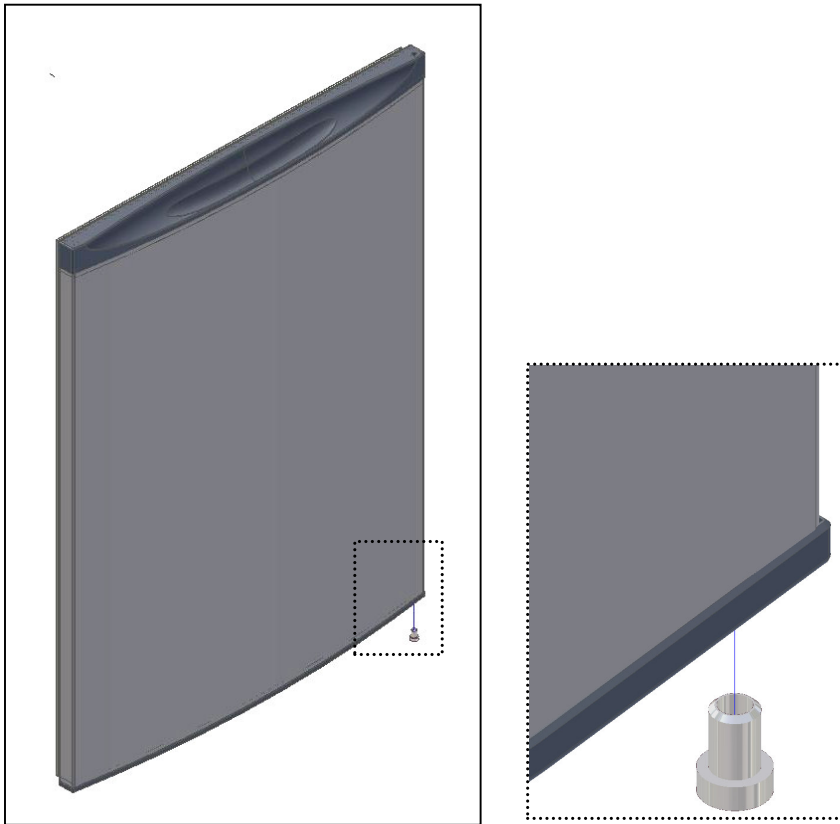

Fig. 8
- Placer le **manchon** dans la partie inférieure de la porte (fig. 8);